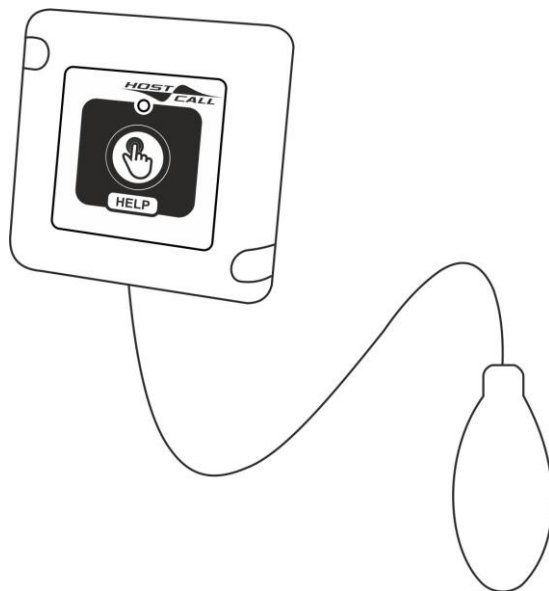

Рисунок 5.12. Влагозащищенная пневмокнопка вызова со шнуром МР-435W2
3. Влагозащищенная пневмокнопка вызова со шнуром MP-435W2 накладного крепления (рис.5.12.). Длина шнура – 2 м.
2. Влагозащищенная пневмокнопка вызова со шнуром МР-435W2 накладного крепления (рис.5.12). Длина шнура – 2 м.